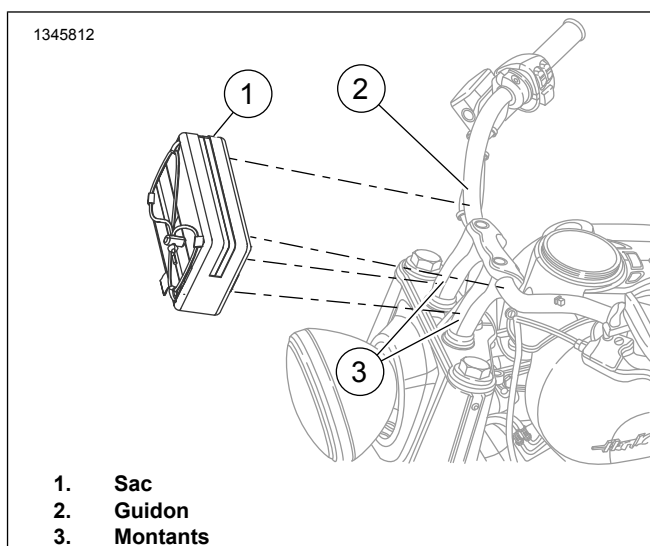

Figure 3. Fixation du sac et des fermetures auto-agrippantes
2. Figure 3 Fixer les bandes auto-agrippantes sur le sac au guidon (2) et aux élévateurs (3).